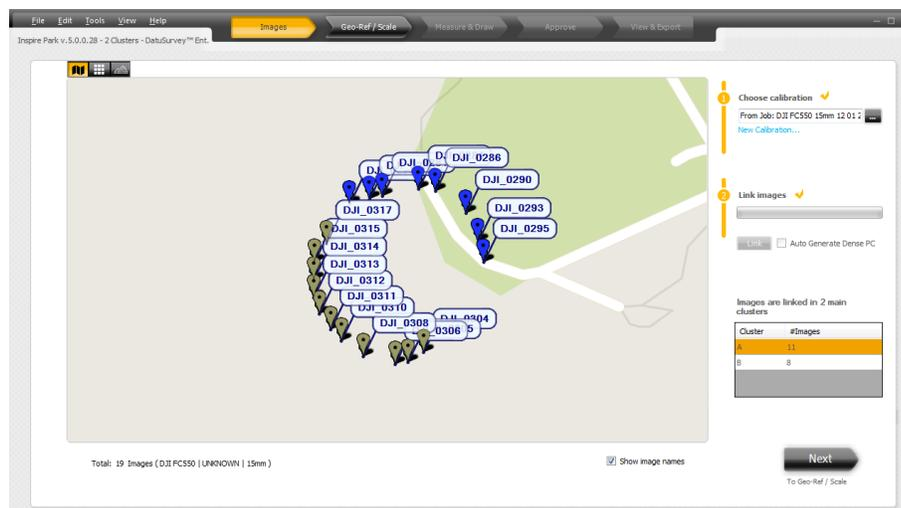

图 39 - 地理标记图像的地图视图
3. 加载图像后，单击窗口左上角显示的“地图视图”选项“”查看地图顶部分层放置的图像位置，如图39 所示。若互联网连接不可用，显示屏背景将为黑色。